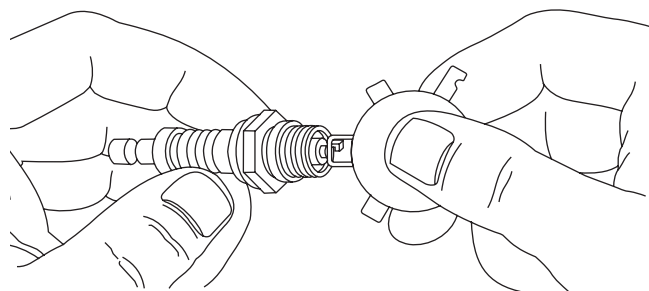

Figura 13 — Revise la bujía
3. Compruebe la separación del electrodo con un calibrador de alambre y ajuste el espacio de la bujía a la medida recomendada si fuera necesario (véase la Figura 13 y Especificaciones).